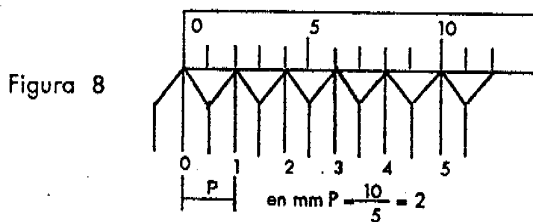

Figura 8
- b. Con regla (Figura 8, 9 y 10).